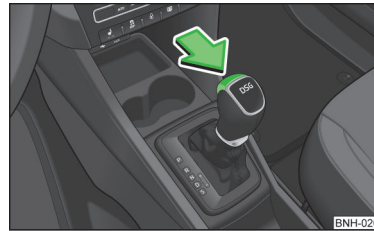

Abb. 92
Vor dem Einlegen des Modus **S** aus dem Modus **D** muss die Sperrtaste in Pfeilrichtung gedrückt werden » Abb. 92.
➤ Das Bremspedal durchtreten und gleichzeitig die Sperrtaste in Pfeilrichtung drücken » Abb. 92 auf Seite 102.
- › Die Sperrtaste in Pfeilrichtung drücken » Abb. 92 auf Seite 102 und gedrückt halten.